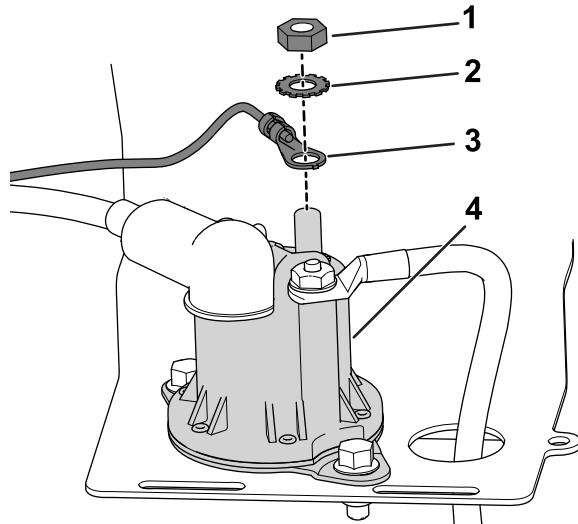

Bild 5
2. Befestigen Sie den Kabelschuh mit der Stromspulennutter und der Sicherungsscheibe an der Stromspule (Bild 5).